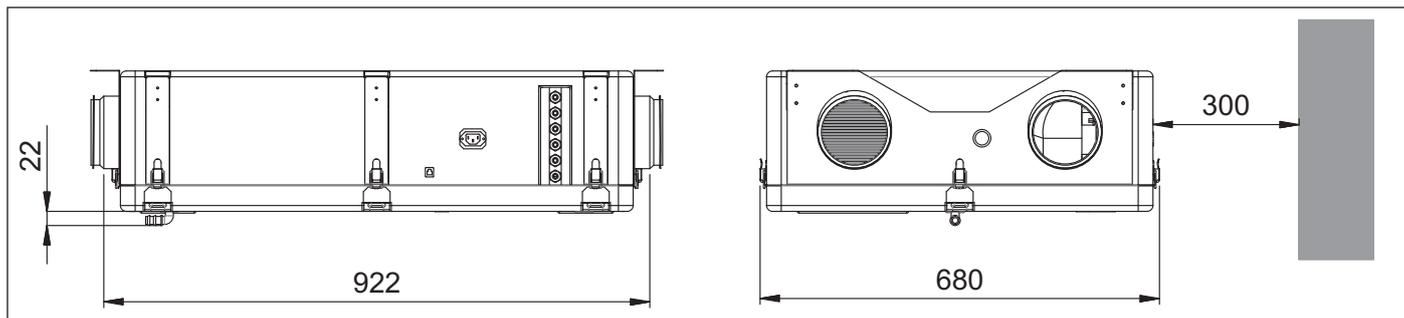

fig. 1
- Verificare che i punti di fissaggio siano allineati ed in piano e segnarli sul soffitto in base alle quote indicate in fig. 1.
- Check that the bases are aligned and coplanar; sign the position of the fixing points on the ceiling, according to the dimensions shown on fig. 1.